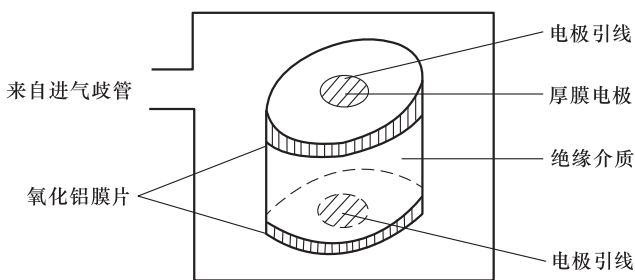

图 3-24 电容式进气压力传感器的结构
1) 结构与原理。电容式进气压力传感器是将氧化铝膜片和底板彼此靠近排列, 形成电容, 利用电容随膜片上下压力差的变化而改变的性能, 获取与压力成正比的电容值信号, 其结构如图 3-24 所示。将电容(压力转换元件)连接到传感器混合集成电路的振荡电路中, 传感器能够产生可变频率的信号, 且该信号的输出频率(为 80~120Hz)与进气歧管的绝对压力成正比。ECU 可以根据传感器输入信号的频率来检测进气歧管的绝对压力的大小, 进而对发动机的喷油量进行控制。